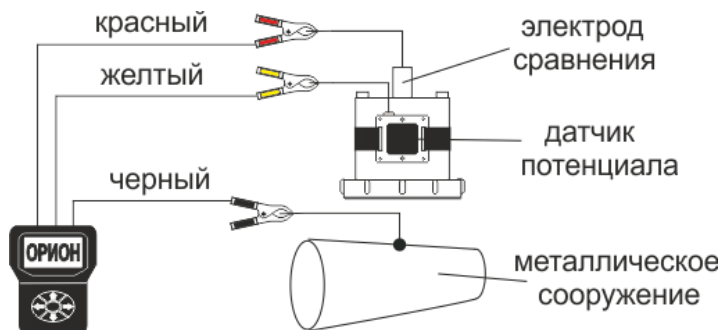

Рис. 7.1 Схема подключения при измерении потенциалов.
При включении прибора, на дисплее появится текущая дата, время и измеряемые параметры поляризационного потенциала, суммарного потенциала, тока поляризации вспомогательного электрода. Прибор подключить к измеряемой цепи рис. 7.1 после установки значений измеряемых величин. Окно осциллографа отображает форму напряжения для оперативного анализа. На рис. 7.1.1 представлен пример изображения дисплея после включения прибора.
7.4.1 С помощью клемм красной, черной, желтой (5, 6, 7) подключить прибор к измеряемой цепи рис. 7.1. При этом черную клемму (6) подключить к шине от трубопровода, желтую (7) – к датчику потенциала (вспомогательному электроду), красную (5) - к выводу от электрода сравнения.
7.4.2 Выдержать прибор в течение десяти минут для поляризации датчика потенциала и через каждые 10 секунд производить запись измеренных показаний прибора. Продолжительность измерений при отсутствии блуждающих токов не менее десяти минут. Вид дисплея при измерении потенциалов показан на рис. 7.1.